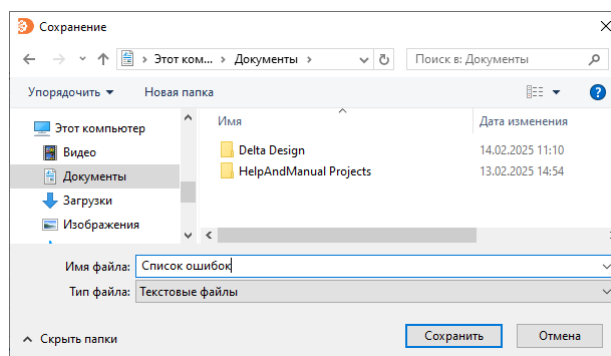

Рис. 610 Сохранение файла
2. В отобразившемся окне проводника выберите директорию сохранения файла, введите имя и нажмите кнопку «Сохранить», см. Рис. 610.